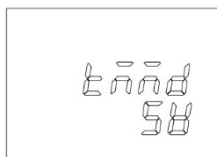

Рисунок 16
8.9.2. Нажать кнопку «РЕЖИМ», на дисплее отобразится выбранный параметр (в данном случае, режим автонастройки At). Вращая ручку энкодера по часовой стрелке выбрать параметр tMMd (Рисунок 16). Нажать на ручку энкодера, при этом замигает установленное значение. Вращая ручку энкодера установить необходимое значение (S∇ или P∇) и снова нажать на ручку энкодера, затем снова нажать кнопку «РЕЖИМ». Контроллер вернётся в исходный режим.